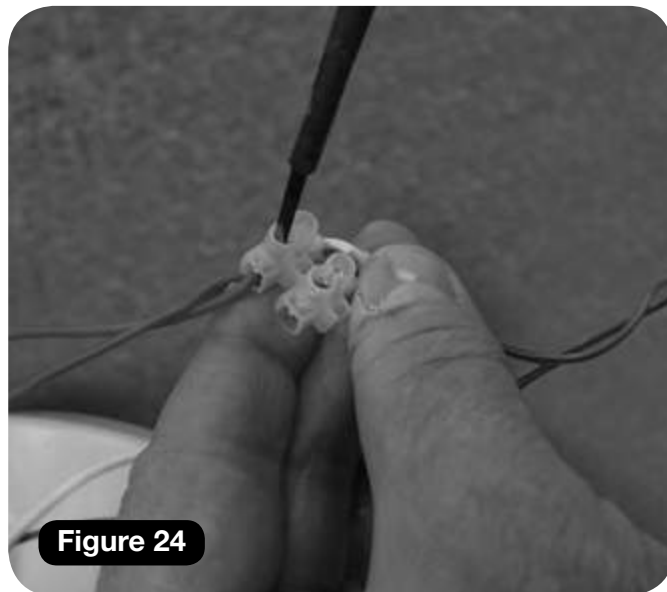

Figure 24
- j Enroulez les deux fils rouges de contact de charge ensemble et introduisez-les dans le bloc connecteur à deux voies (**Figure 24**).